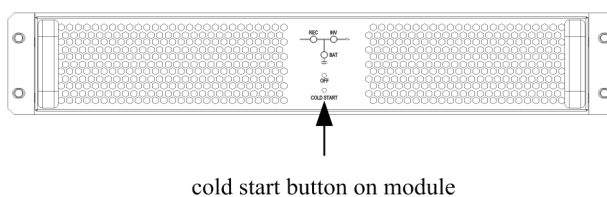

Рисунок 5-2 Положение кнопки холодного запуска от АКБ на модуле
4. Нажмите на отверстие кнопки холодного пуска всех силовых модулей по очереди, и загорится индикаторная лампа силового модуля. Смотрите рисунок 5-2.